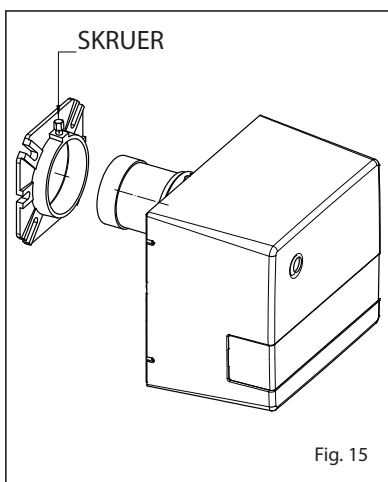

Fig. 15
4.6 VEDLIGEHOLDELSE BRÆNDER (fig. 15)
Fjern skruen for at demontere brænderen fra kedlens låge (fig. 15).